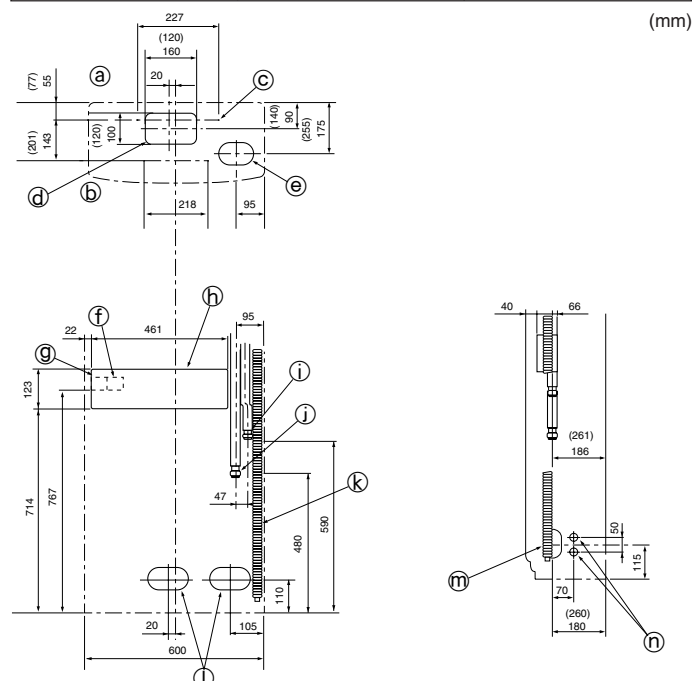

Fig. 4-3
4.3. Ubicación de los tubos de refrigerante y drenaje (Fig. 4-3)